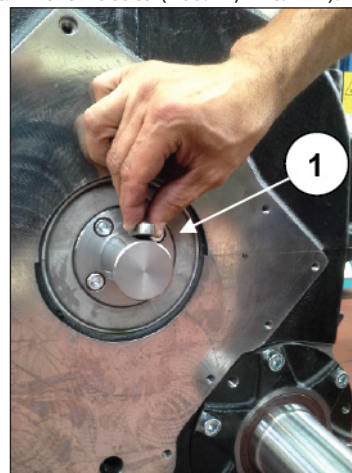

Рис. 124
Вставьте шпонку в соответствующий паз на хвостовике привода масляного насоса (поз. ①, Рис. 124).